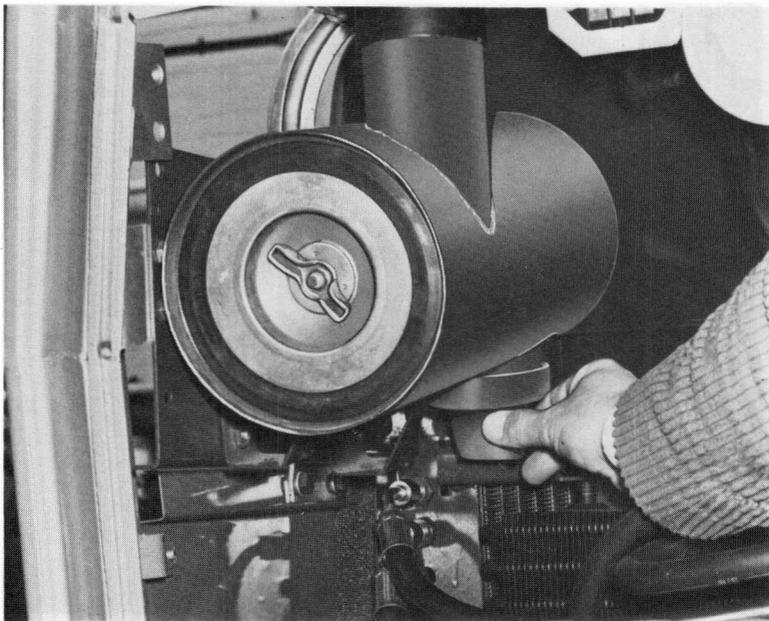

Fig. 9
- Fig. 9 – (Page 70) Barres inférieures d'attelage à crochets.
Vérifier que le corps du filtre n'est pas endommagé et s'assurer que tous les colliers de durites sont serrés. Vérifier également le clapet de vidange (fig. 9). Écraser ce clapet comme illustré pour faire tomber la poussière collée.